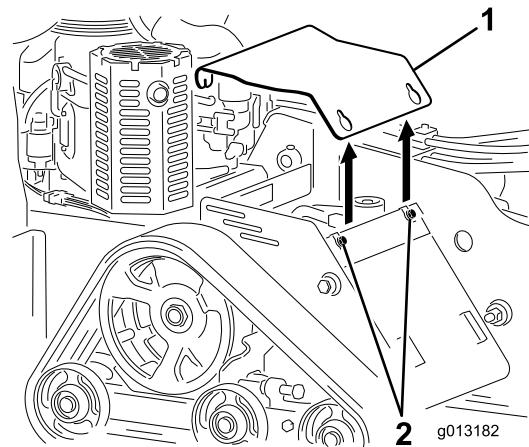

Figure 22
4. Desserrez l'un après l'autre les 3 boulons qui fixent le capot de protection au cadre jusqu'à ce que le capot se détache (Figure 22).
6. Pour monter le capot de protection avant d'utiliser la machine, glissez-le en place et fixez-le avec les 3 boulons retirés précédemment (Figure 22).